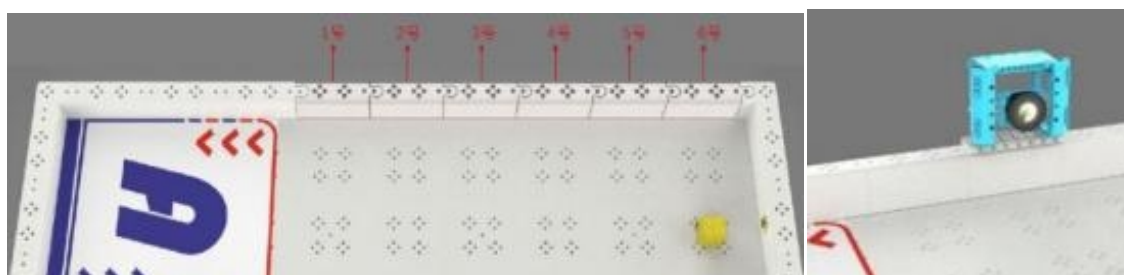

图7 作物辨识区挡板编号及2号挡板上放置的作物辨识装置示意图
(4) 作物辨识区：每个基础场地中有两个作物辨识区，其分别位于两侧启动区前的一段挡板处（从启动区向前依次标记1-6号挡板），活动现场会公布哪一号挡板上放置作物辨识装置。如图7所示。